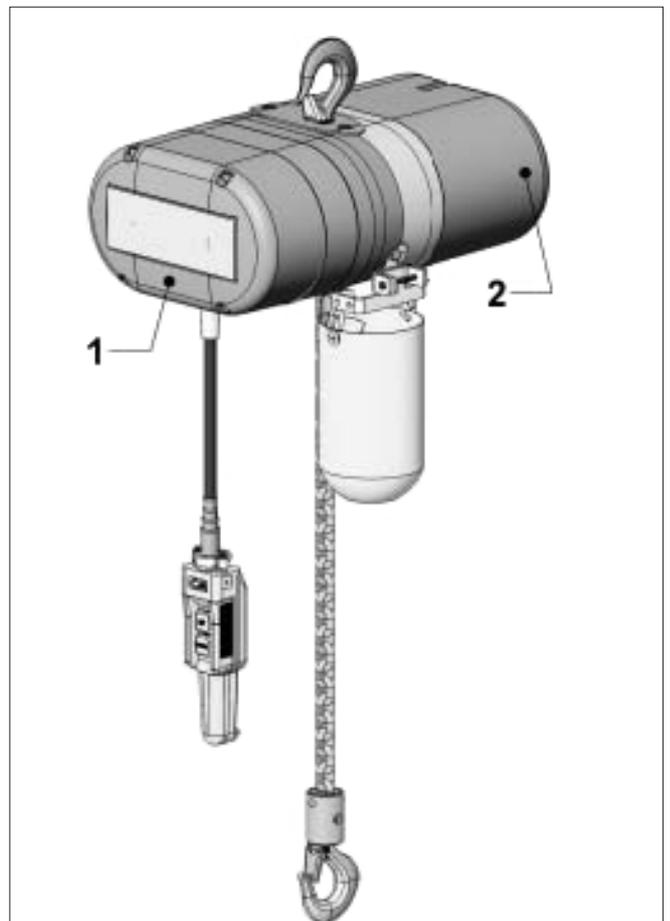

Fig. 18
2. Hinteren Gehäusedeckel abnehmen (Fig. 18).
2. Hintere Motorgehäusedeckel abnehmen (Fig. 18 - 2).